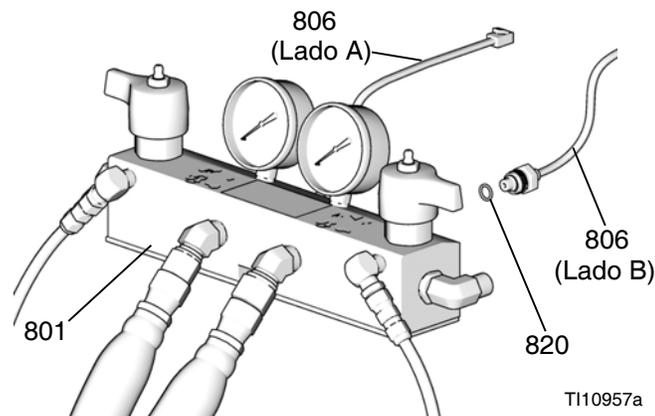

FIG. 3. Transductores
6. Instale la junta tórica (820) en un nuevo transductor (806), FIG. 3.